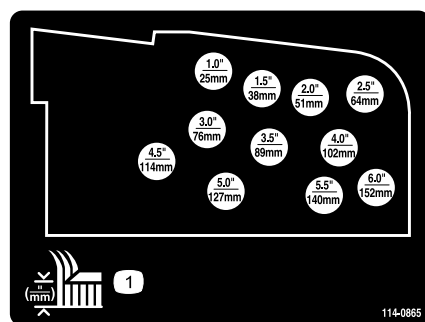

図 26
6. ヘアピンコッターとクレビスピンを使って、希望する刈高穴 (図 26) に、刈高チェーンを取り付ける。